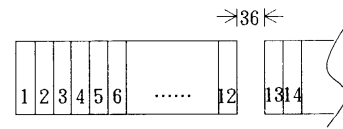

图 1
- ① 横向并排时，请每隔 12 单元空出 1 单元的空间。（参阅图 1）